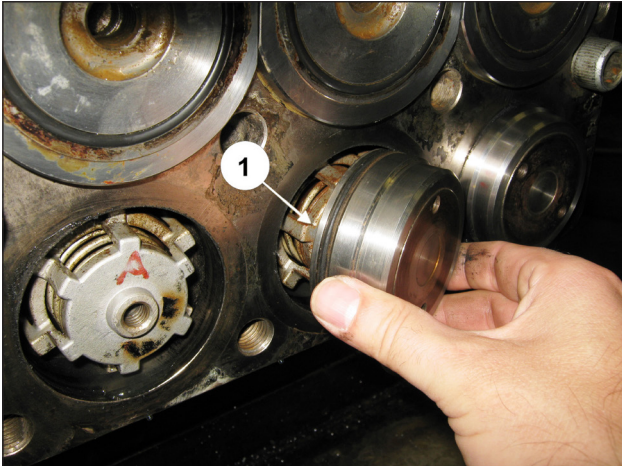

Abb. 139
Setzen Sie die Ventilkappen in den Kopf ein (Pos. ①, Abb. 139).